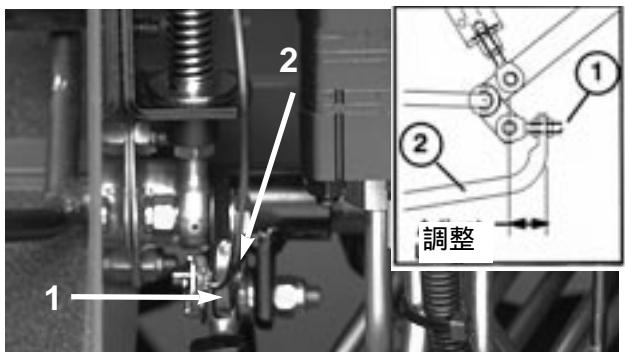

図 60
- 2 . テストポートB (図60) は、前カッティングユニットの油圧回路の故障探究用です。
- 3 . テストポートC (図60) は、後カッティングユニットの油圧回路の故障探究用です。
4. 前への動きを止めたい場合は、ポンプロッドの調整ナットを回してポンプコントロールチューブ(図60)を前へ動かす。後への動きを止めたい場合は、後へ動かす。